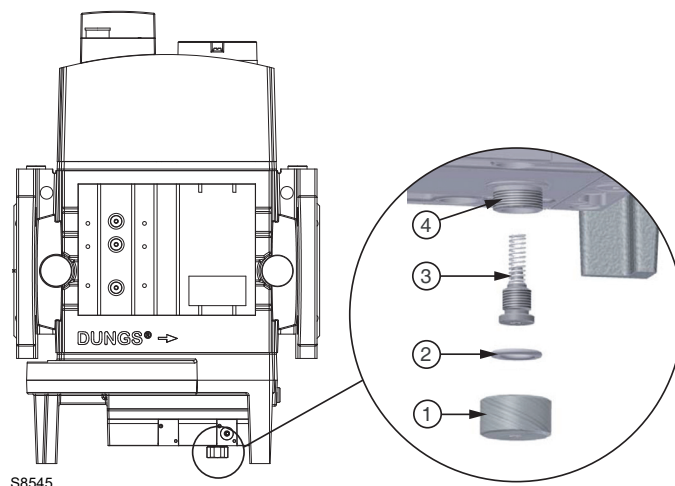

Fig. 10
Si des pressions en sortie différentes sont nécessaires, il faut commander le ressort adapté parmi ceux prévus dans les accessoires et procéder au remplacement comme indiqué sur la Fig. 10.
- Dévisser avec attention le bouchon de protection 1)(Fig. 10) et vérifier que le joint 2) soit en parfait état dans son logement;
Légende (Fig. 10)